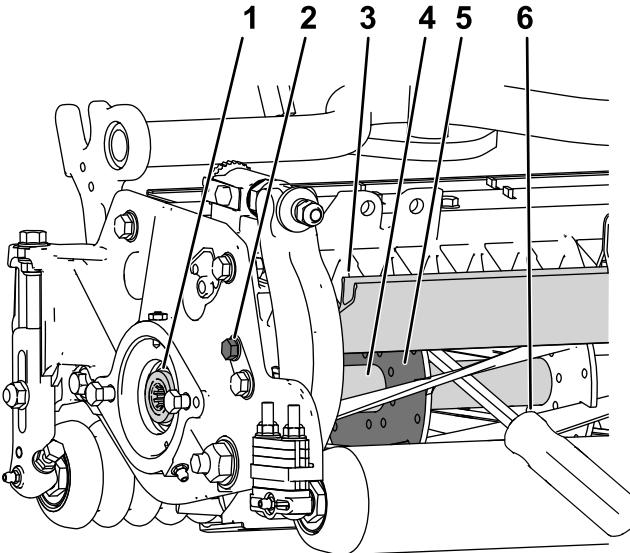

図 42
- カッティングユニット左側のシールドボルトをゆるめて後シールドを上げる図 42。
- 長い柄のバール9 mm x 30 cm 程度のドライバータイプのもの。握りのついているものがよいを用意する。バールは、トルク作業を行う側に近い側で、リールの後ろから差し込むようにする図 42。
- リールサポートプレートの溶接されている側からバールを入れ図 42、